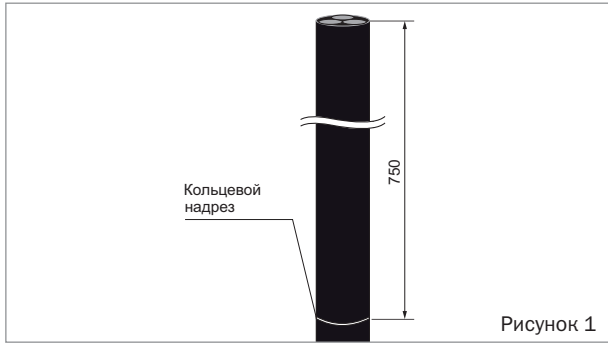

Рисунок 1
- Распрямить и очистить от пыли и грязи конец кабеля на длине 1000 мм. На расстоянии 750 мм от конца кабеля выполнить кольцевой надрез на шланге кабеля, а затем продольный вертикальный надрез (рисунок 1).